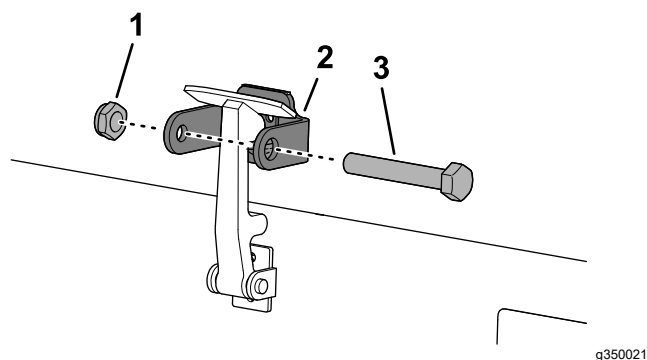

**Figura 32**
6. Enganche el cierre en el cerradero del capó (Figura 32).